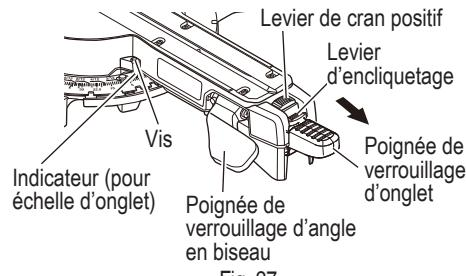

Fig. 27
- (1) Pousser vers le haut la poignée de verrouillage d'onglet pour déverrouiller la plaque tournante.
- (2) Pousser vers le bas le levier de cran positif jusqu'à ce que le levier d'encliquetage s'y accroche pour libérer le « cran positif ».
- (3) Faire pivoter la plaque tournante et régler l'indicateur pour qu'il s'aligne sur l'angle souhaité de l'échelle d'onglet. À ce moment, en utilisant la fonction de cran positif, tirer sur le levier d'encliquetage dans la direction de la flèche à proximité de l'angle souhaité comme illustré sur la Fig. 27, relâcher le levier d'encliquetage puis déplacer la plaque tournante pour la fixer à l'angle souhaité via la fonction de cran positif. ( $0^\circ, 15^\circ, 22,5^\circ, 31,6^\circ$  et  $45^\circ$ )
- (4) Pousser vers le bas la poignée de verrouillage d'onglet pour verrouiller la plaque tournante en position.
**Levier d'encliquetage (Fig. 27)**
Suivre la procédure ci-dessous pour les réglages les plus rapides et les plus précis. (Fig. 27)